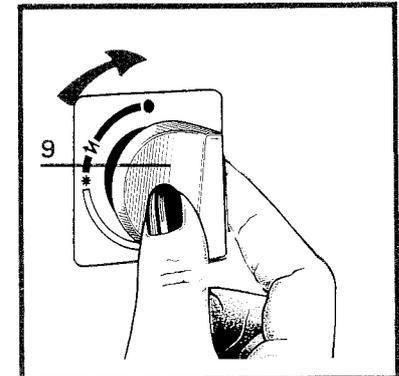

Fig. 14
- Tournez le bouton (9) à fond vers la droite jusqu'au signe «●» fermé (fig. 14).